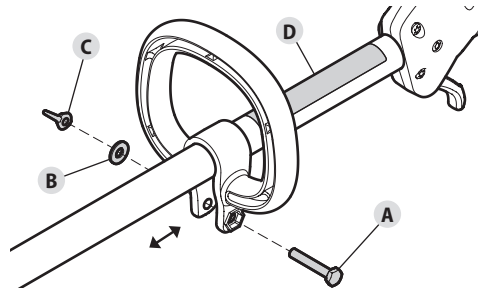

Fig. 9
2. Insérez le boulon (Fig. 9-A) dans le trou hexagonal et poussez-le à travers. Placez la rondelle (Fig. 9-B) sur le boulon. Vissez l'écrou à oreilles (Fig. 9-C) sur le boulon, mais sans le serrer complètement.
3. Maintenez l'unité en position d'utilisation (Fig. 16). Déplacez le manche vers le haut ou le bas sur le tube supérieur pour trouver une position confortable. S'assurer que la poignée est placée au-delà de l'extrémité de l'étiquette de sécurité (Fig. 9-D).
1. Desserrez l'écrou à oreilles (Fig. 9-C).
2. Maintenez l'unité en position d'utilisation (Fig. 16). Déplacez le manche vers le haut ou le bas sur le tube supérieur pour trouver une position confortable. S'assurer que la poignée est placée au-delà de l'extrémité de l'étiquette de sécurité (Fig. 9-D).